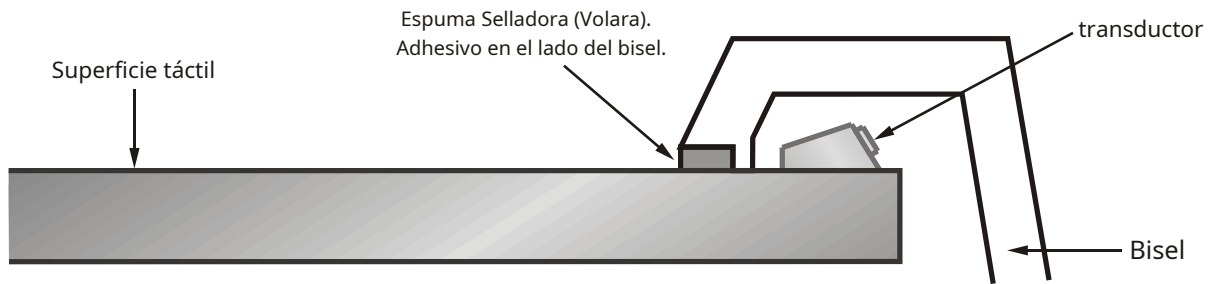

Figura 3-5. Integración con parada dura
3. Se puede usar un tope duro para controlar la compresión máxima del sello, como se muestra en la Figura 3-5.
- Las dimensiones recomendadas del material de sellado son de 2 a 4 mm de ancho y de 1 a 2 mm de espesor. Para un sello de espuma, la espuma debe comprimirse a un nivel que esté entre el veinte y el cincuenta por ciento de su altura inicial. La compresión uniforme alrededor de la pantalla táctil es ideal. Se debe moldear un tope duro en su carcasa para controlar la compresión. Vea el ejemplo en la Figura 3-5.